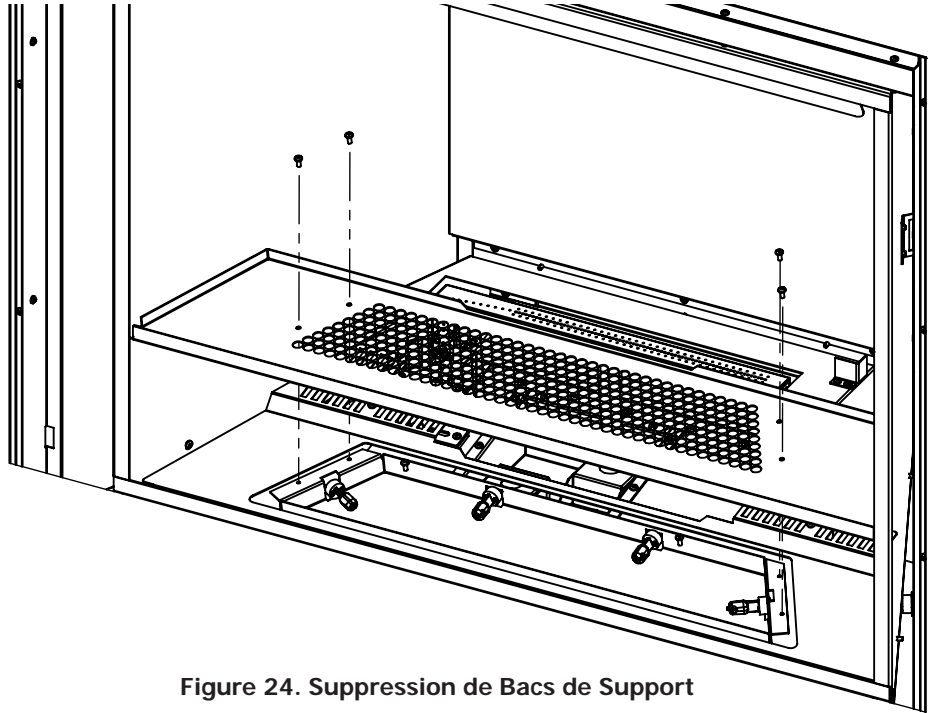

Figure 24. Suppression de Bacs de Support
4. Retirez le bac d'alimentation en retirant les quatre (4) vis T-20 (voir Figure 24).